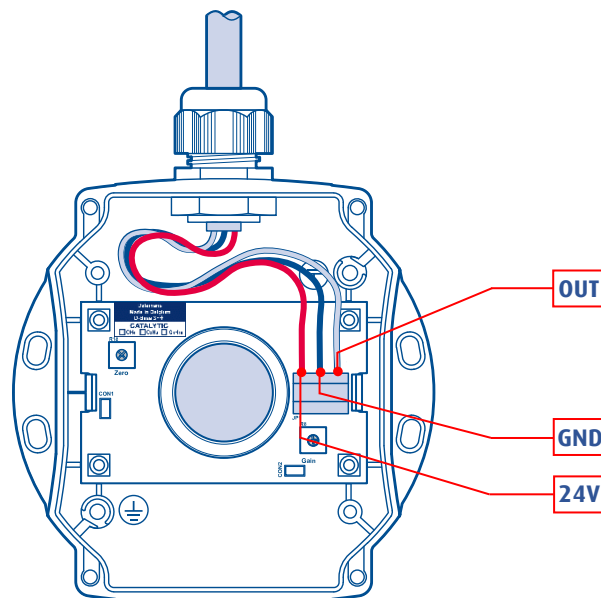

Figure 6: raccordement du D•TEX3F+
- Fixez la nouvelle carte dans le boîtier et rebranchez le câble comme indiqué à la Figure 6.